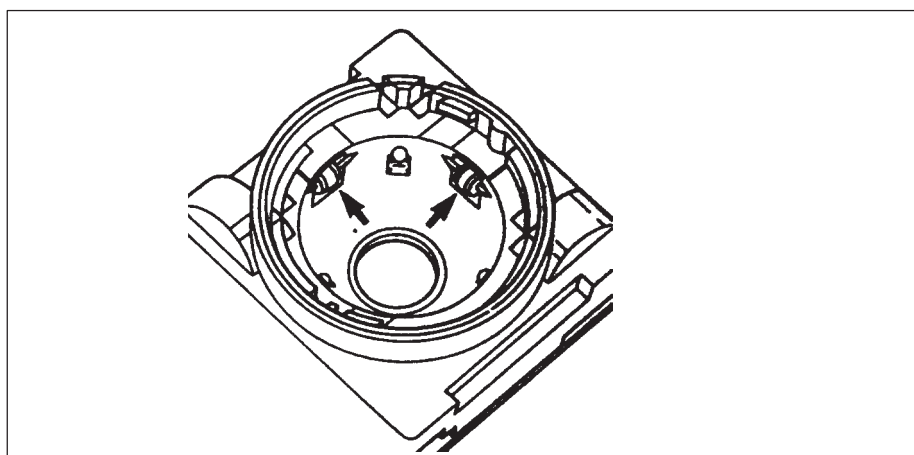

Figura 2-12 Pulizia delle rotelle
6. Pulire le rotelle (figura 2-12).